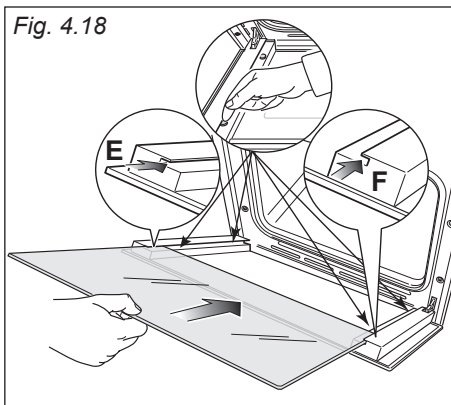

Fig. 4.18
IMPORTANTE: È consigliabile, durante l'inserimento del vetro, tenere premuti in posizione i 4 distanziatori "D", mediante un dito, al fine di evitare la rottura o lo sfilamento dei distanziatori stessi (fig. 4.18).
- Inserire il vetro nelle guide "E" ed "F" (fig. 4.18) e farlo scorrere dolcemente fino ai fermi "H" (fig. 4.19).